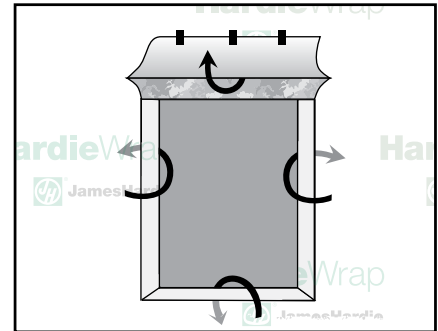

ilustración 5
Paso 3: Doble las tres solapas restantes pasando por la abertura, engrapándolas adentro (ilustración 5).